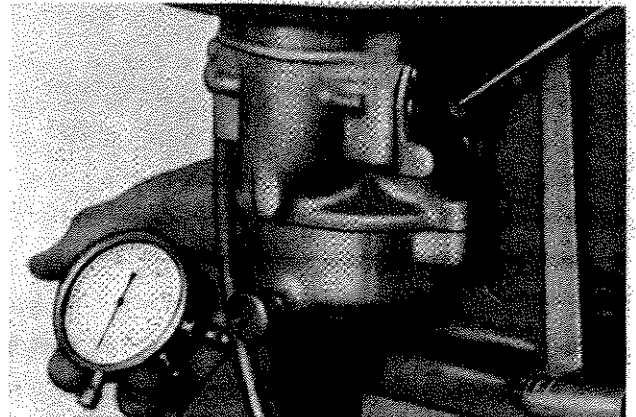

Fig. 34 - Registrazione miscela LA65/58
**LA65/58:** agire sulla vite di registrazione: avvitandola, s'impoverisce la miscela, svitandola si arricchisce (fig. 34).